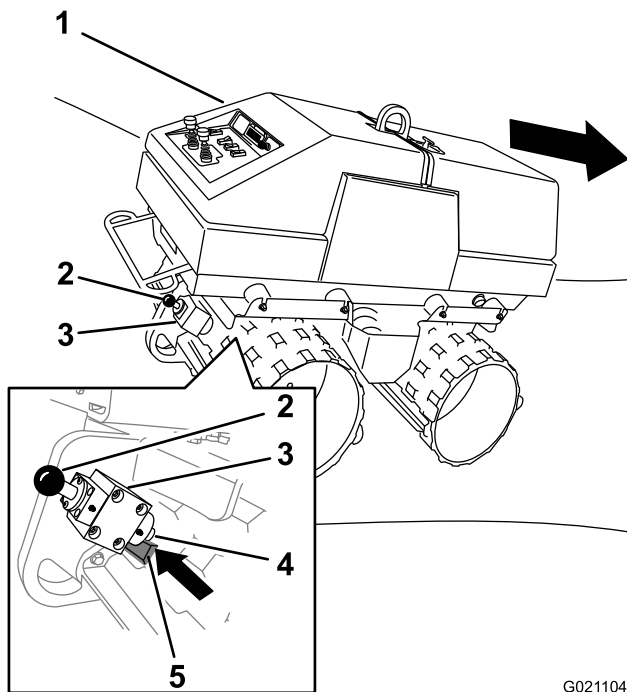
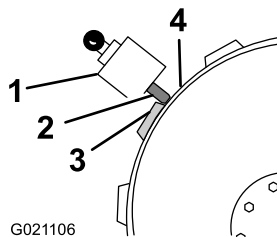
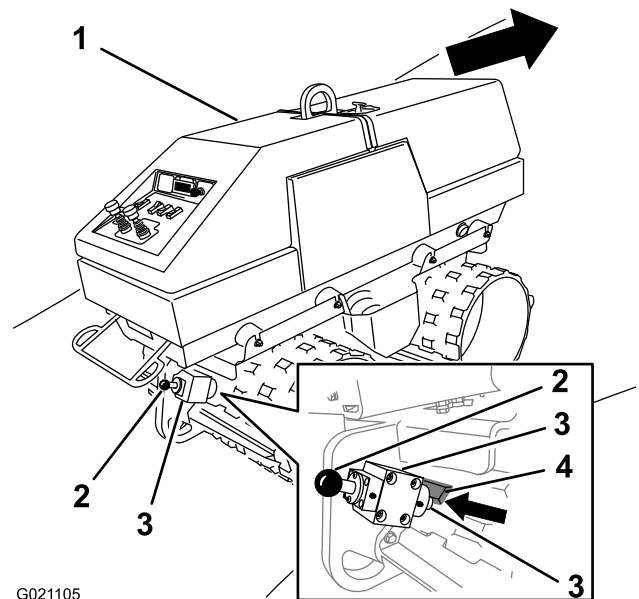
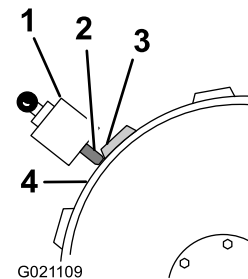

Figure 30
Figure 31
Figure 32
Figure 33
6. Relâchez lentement le pommeau du frein de stationnement et laissez-le se rétracter dans son boîtier jusqu'à ce que le plongeur soit en appui contre le côté de la plaquette de tambour et la surface du tambour (Figure 31, Figure 30, Figure 33 et Figure 32).
tourne vers le haut contre le côté du plongeur du frein de stationnement (Figure 31 et Figure 30).
- Si la machine est stationnée en **montée** – alignez le côté de la plaquette du tambour qui **tourne vers le bas** contre le côté du plongeur du frein de stationnement (Figure 33 et Figure 32).
- Relâchez doucement la poignée du frein de stationnement et laissez-la se rétracter jusqu'à ce que le frein soit en appui dans le verrou de rétraction (Figure 30 et Figure 32).